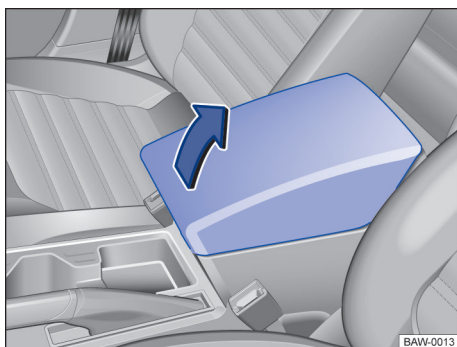

Fig. 109 No descansa-braço central dianteiro: porta-objetos.
*Abrir*: erguer o descansa-braço central → Fig. 109.